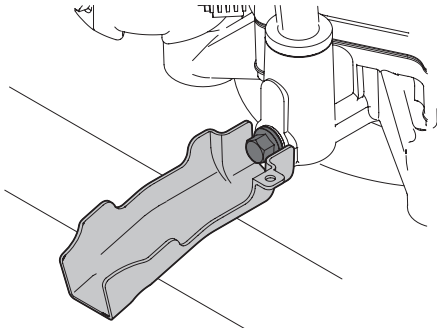

Figura 23
- Coloque el extremo pequeño de la manga de drenado de aceite en el cárter de aceite. Consulte la Figura 23.